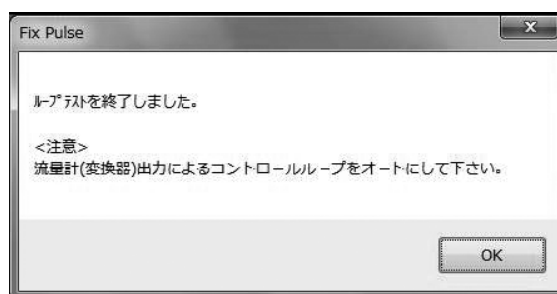

図3-56
- ⑤ 「Stop」ボタンをクリックするとメッセージボックス（図3-56）が表示されますので、「OK」ボタンをクリックしてください。